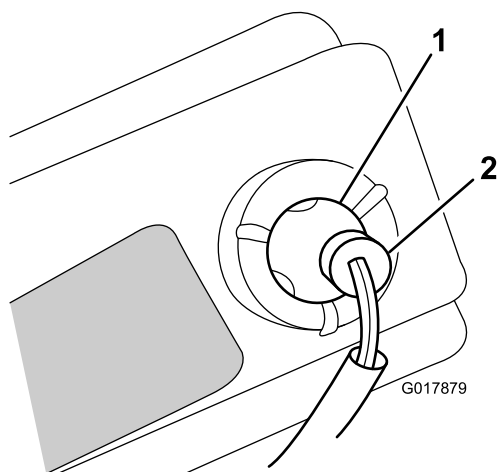

Figura 32
6. Estraete il portalampada (Figura 32).